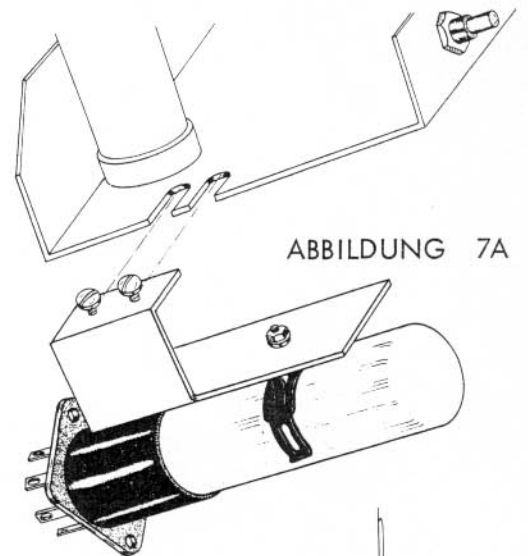

ABBILDUNG 7A
- () Befestigen Sie den Montagewinkel für das Magische Auge - wie in Abbildung 7A gezeigt -